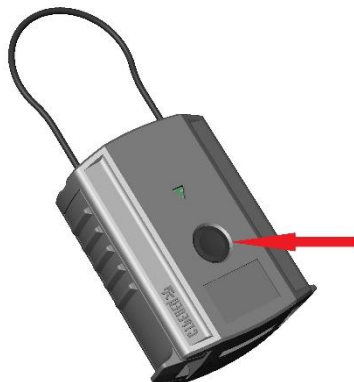

Рисунок 3.16
3.3.2.1 Для распломбирования объекта необходимо к устройству поднести УПОВ на расстояние не более установленной дальности пломбирования. Для ускорения обнаружения УПОВ устройства рекомендуется и нажать на устройстве кнопку "Контроль" (см. Рисунок 3.16).
3.3.3.2 Для проверки состояния устройства необходимо нажать на устройстве кнопку "Контроль" (см. Рисунок 3.16).